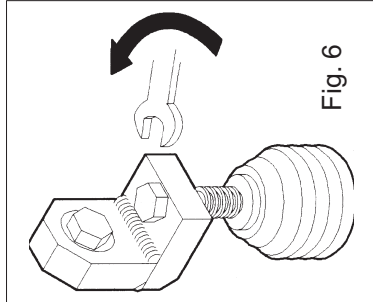

Fig. 6
- 2) Relâcher la charge du ressort et la porter à zéro en agissant sur la vis de réglage ressort (fig.6).
- 2) Aflojar la carga del resorte llevándolo a cero en el tornillo de registro resorte. (fig.6).